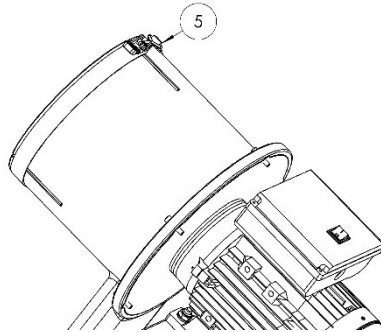

Fig. 5
- 5) Установите натяжитель на камеру дробления. Рисунок 5.